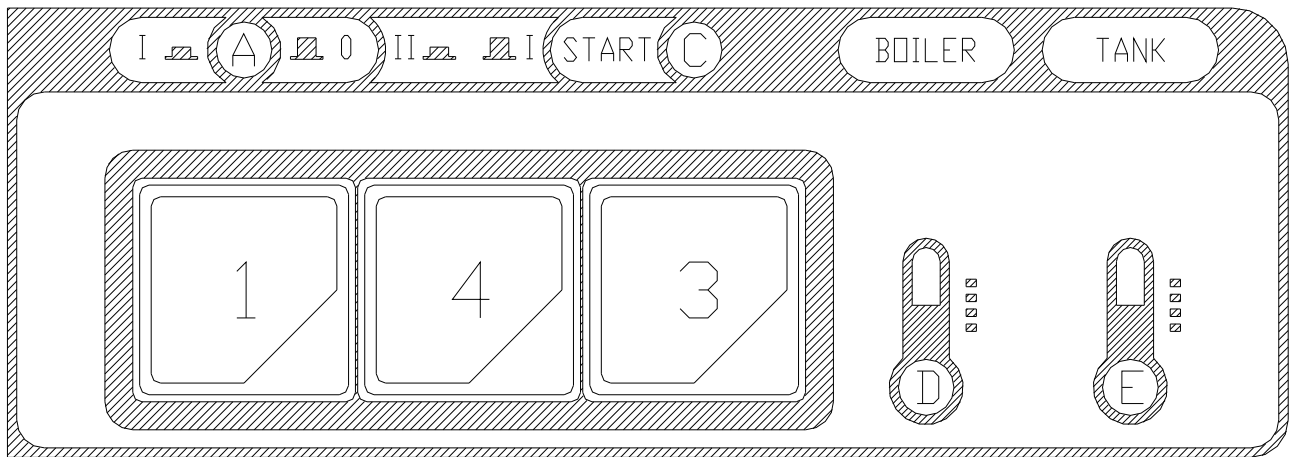

Bild. 2-1
- Bis zur Hälfte in den Salzbehälter (G) Wasser gießen und dann mit 1 kg NaCL-Kochsalz. Gefäß gut verschliessen, damit das Wasser nicht austritt. Die Befüllung des Spültanks ausführen. Dieser Vorgang muss bei der Installation des Gerätes vorgenommen werden und ermöglicht dass sich der Entkalker mit Wasser füllt. (Fig. 2-1)
- Bei ausgeschaltener Maschine und leerem Spültank, das Standrohr entfernen und die Türe schliessen. Die START-Taste (3) drücken, das Aufleuchten der Kontrolleuchte (C) zeigt an, daß der Harz-Regenerierungszyklus begonnen hat. Nach Ausschalten der Kontrolleuchte (C) ist der Regenerierungszyklus beendet. Nun kann die Maschine den normalen Arbeitsgang aufnehmen. (Fig. 2-1)
- a) *Bevor man die Regeneration beginnt ist festzustellen ob der Salzbehälter (G) mit Salz befüllt ist.*